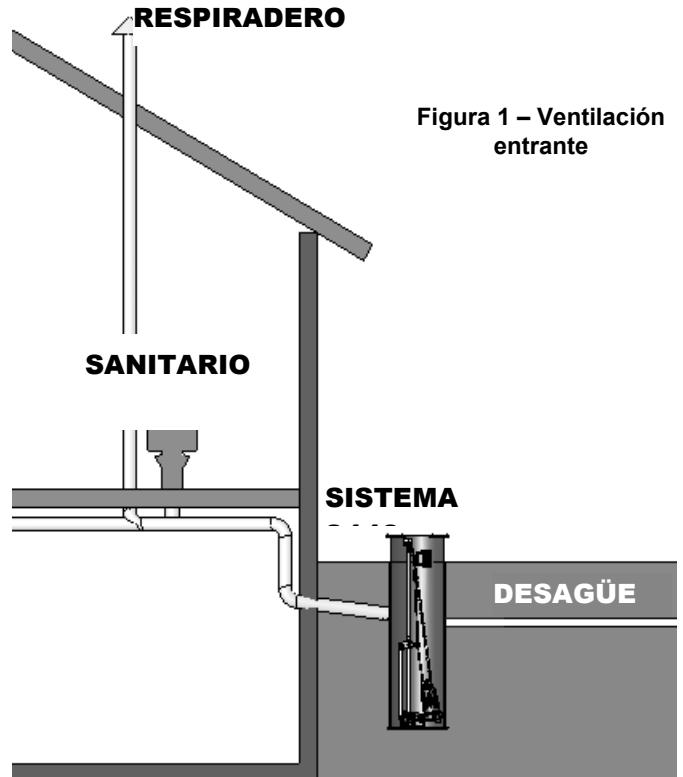

Figura 1 – Ventilación entrante
- Ventilación:** la cubeta de fibra de vidrio incluida con la 2448 debe quedar totalmente sellada y recibir la ventilación adecuada para que cumpla con los requisitos de los códigos de fontanería y sanitarios aplicables. La ventilación de la bomba 2448 se consigue a través del punto de admisión del sistema de ventilación existente en el edificio. Para que esto sea posible no debe haber purgadores entre la 2448 y el sistema de ventilación más cercano del edificio. Vea la figura 1 para ver un ejemplo. Si esto no es posible o no es deseable para su aplicación específica, se puede abrir un orificio en la tapa de fibra de vidrio e instalar un collarín o arandela de ventilación.